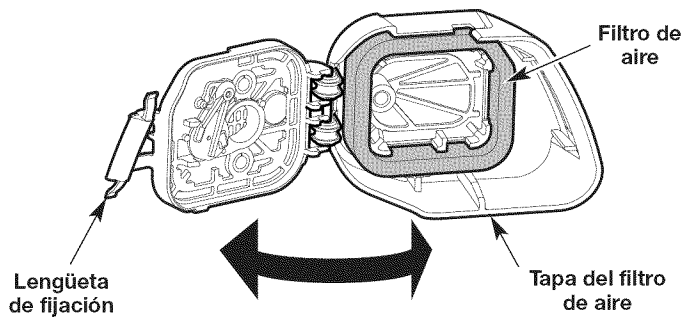

Fig. 22
1. Abra la cubierta del filtro de aire: oprima la lengüeta de fijación y gire la cubierta del filtro de aire hacia la derecha (Fig. 22).
2. Extraiga el filtro de aire del interior de la cubierta del filtro de aire (Fig. 22).
6. Reinstale el filtro de aire dentro de la cubierta del filtro de aire (Fig. 22).
7. Cierre la cubierta del filtro de aire: Gire la cubierta del filtro de aire hacia la izquierda y oprímala para cerrarla hasta que la lengüeta de fijación entra a presión en su lugar (Fig. 22).